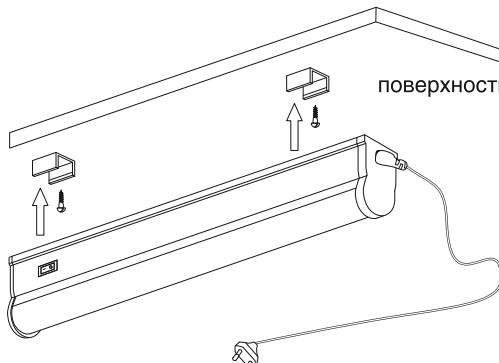

Рис. 1
6.2 Установка светодиодного светильника на выбранной поверхности осуществляется при помощи набора крепежных элементов, входящих в комплект поставки. (рис. 1)